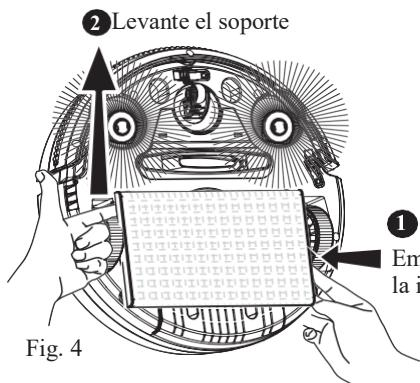

Fig. 4
1. Retire el soporte del papel de filtro siguiendo las instrucciones de la Fig. 4.
2. Si no necesita usar la función trapeador, retire el soporte de la base del Robot (siga las instrucciones de la Fig. 4) antes de encenderlo para empezar la limpieza.